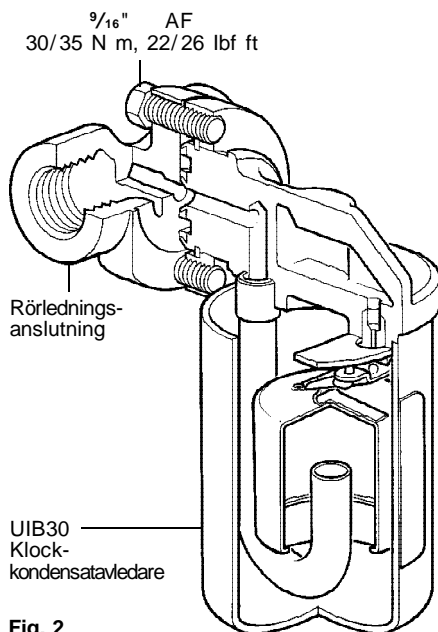

Fig. 2
- Rörledninganslutningen måste monteras med den flänsade anslutningen vertikalt, (fig. 2).